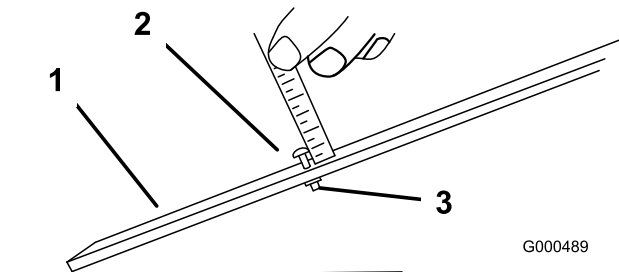

図 10
2. ゲージバーのナットをゆるめ、調整ネジを希望の刈り高に合わせる 図 10。ネジ頭の下からバーの表面までの距離が刈り高となる。